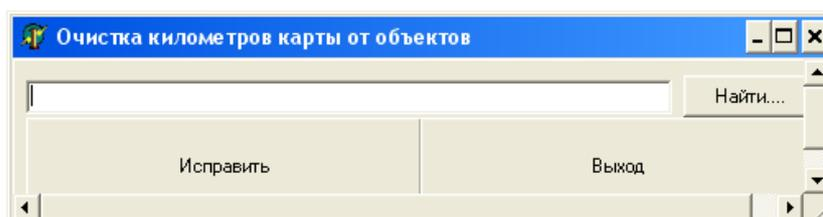

Рисунок 2.56
2) в появившемся окне (рисунок 2.56) нажмите клавишу «Найти» и укажите путь и имя корректируемого файла;